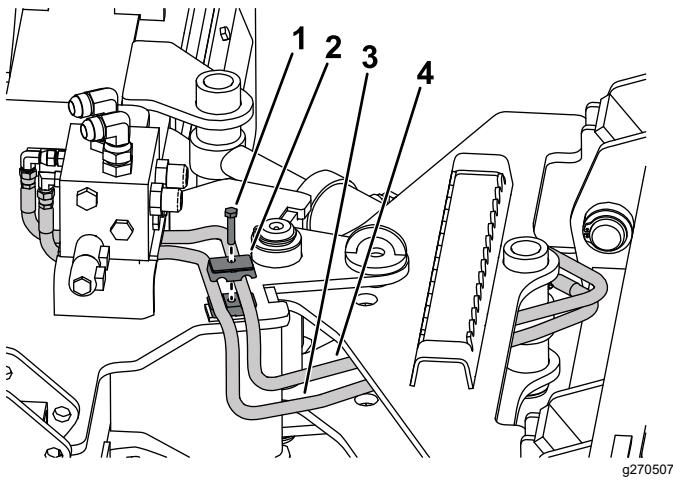
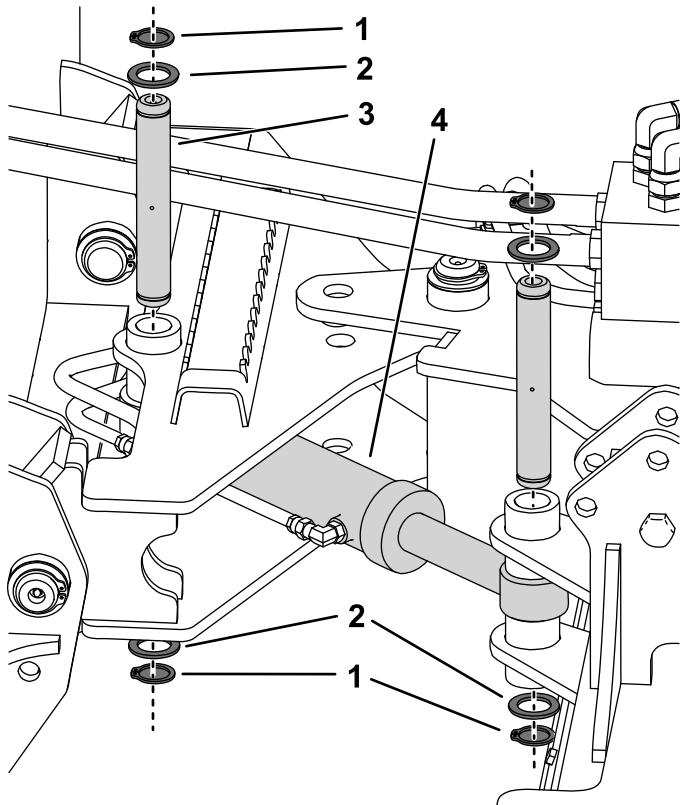

Рисунок 4
Рисунок 6
8. Подсоедините длинный и короткий шланги к коллектору, затем проложите шланги под коллектором и установите шланговый хомут, как показано на Рисунок 4 и Рисунок 6.
10. Выровняйте гидроцилиндр в сборе, как показано на Рисунок 6.
11. Установите шкворень с каждой стороны гидроцилиндра с помощью 2 больших шайб и стопорных колец на каждом конце шкворня (Рисунок 6).